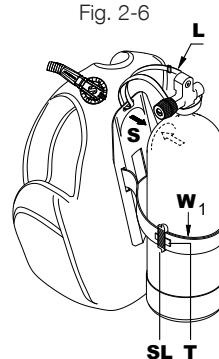

Fig. 2-6
2. Si le BC a une plaque arrière rigide, placez la cavité (S) de la plaque arrière sur l'épaulement du réservoir (Fig. 2-6), puis attachez la sangle (Fig. 2-5 et 2-7) de la ceinture à dégagement rapide (W1) autour du réservoir.